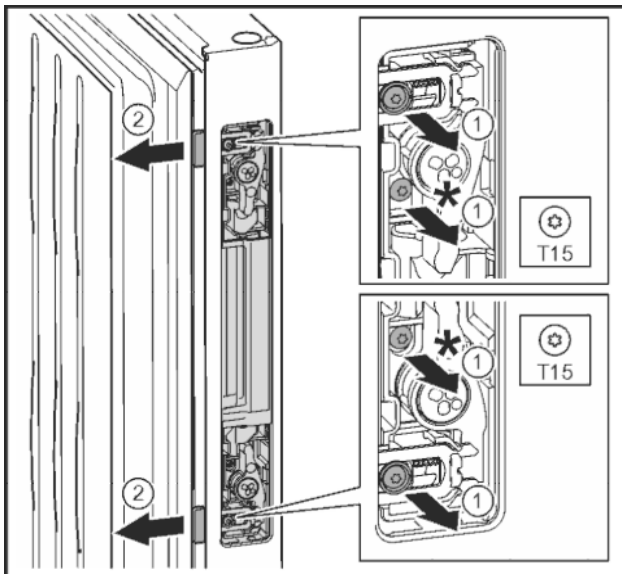

Fig. 31
- ▶ Выкрутить винты вместе с серыми пластмассовыми колпачками отверткой T15 Fig. 31 (1)
- ▶ С усилием извлечь защелку механизма открывания двери. Fig. 31 (2)